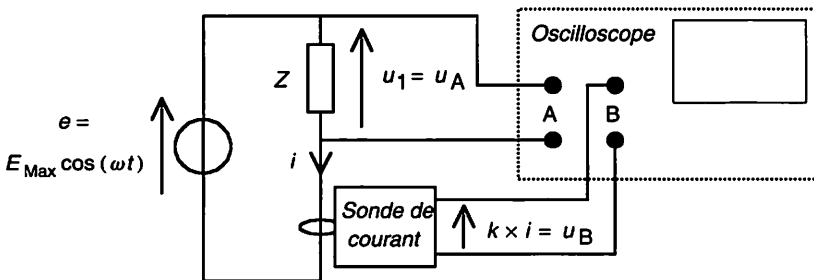

Figure 2.9 Schéma de mesure avec sonde de courant et entrées isolées
**Exemple 2 :** Mesure du déphasage entre tension et courant d'un dipôle d'impédance  $Z$  à l'aide d'un oscilloscope à entrées différentielles isolées (Fig. 2.9). La voie A visualise la tension  $u_1 = u_A$  aux bornes du dipôle et la voie B le courant qui le traverse par l'intermédiaire d'une sonde de courant :  $k \times i = u_B$ . Ce montage est toujours à préférer au précédent pour sa simplicité et son niveau de sécurité électrique (isolation), notamment dans le cas d'une mesure sur le réseau. Si l'oscilloscope ne possède pas d'entrée isolée, on intercalera, entre la charge et la voie A, une sonde de tension différentielle isolée.